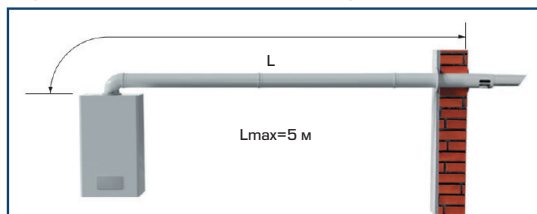

Рис. 4
- Максимальная длина дымохода не должна превышать 5 метров, данный параметр может быть иным в зависимости от требований изготовителя котла (рис.4).